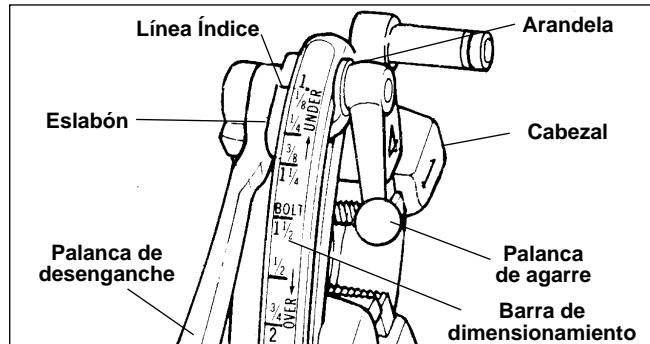

Figura 13 – Cabezal de terrajas Universal de Abertura Rápida
**Cabezal de Abertura Rápida** (*Figura 13*) – Al completarse la rosca levante la palanca de desenganche para abrir la posición del cabezal y retraer las terrajas.
El cabezal de terrajas universal (*Figura 13*) para roscas a mano derecha requiere cuatro juegos de terrajas para roscar tubos de  $\frac{1}{8}$ " a 2". Se necesita un juego de terrajas para cada una de las siguientes escalas de tamaño de tubo: ( $\frac{1}{8}$ "), ( $\frac{1}{4}$ " y  $\frac{3}{8}$ "), ( $\frac{1}{2}$ " y  $\frac{3}{4}$ ") y (1" a 2"). No hay terrajas de tubo de  $\frac{1}{8}$ " para terrajas a la izquierda. El roscado de pernos requiere un juego separado de terrajas para cada uno de los diámetros. No hay terrajas para roscar pernos utilizables en los cabezales universales con rosca hacia la izquierda.